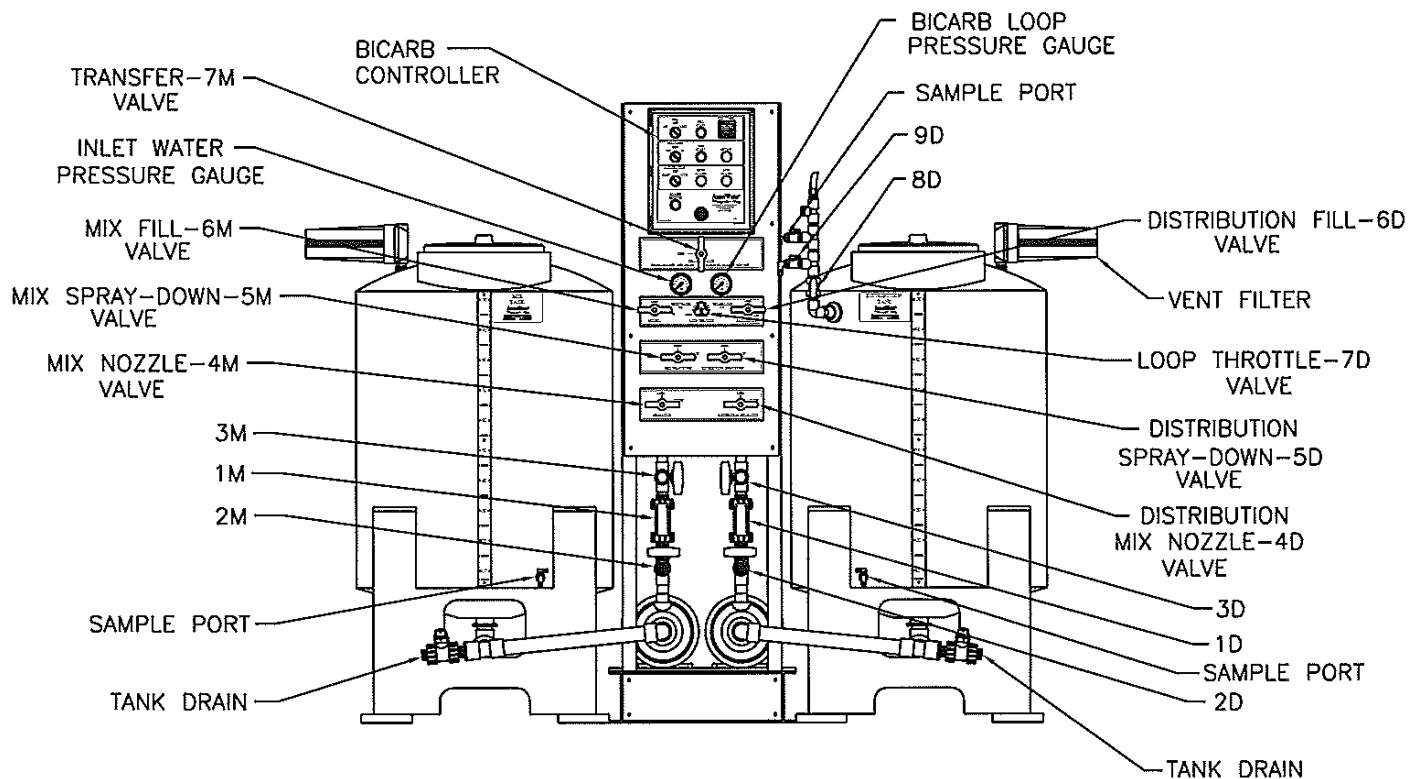

FIGURE 4D
NOTE: The drawing in Figure 4D is of the AmeriWater Bicarb Mix and Distribution System produced after October 2003. If your system predates October 2003 or is not an Ameriwater bicarb system, please call AmeriWater at 1-800-535-5585 for guidance with the installation of the ozone disinfection valves on your bicarb system.
REMARQUE: Le dessin de la figure 4D est de l'Mix AmeriWater Bicarb et de distribution de produits après Octobre 2003. Si votre système est antérieure à Octobre 2003 ou n'est pas un système Ameriwater bicarbonate, s'il vous plaît appelez 1-800-535-5585 AmeriWater à titre indicatif par l'installation des vannes de désinfection à l'ozone sur votre système bicarbonate.
1. Refer to Figure 4D for the layout valve placement and connections for the “Old” Bicarb unit.